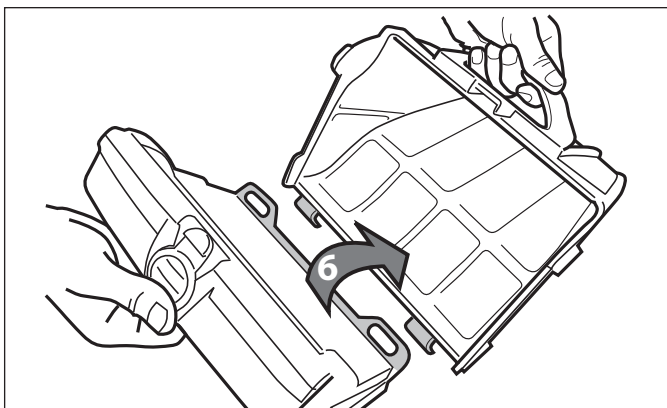

Figure 24. Retirer le sac filtrant
8. Séparer le sac filtrant du support du filtre (6), comme illustré à la Figure 24.